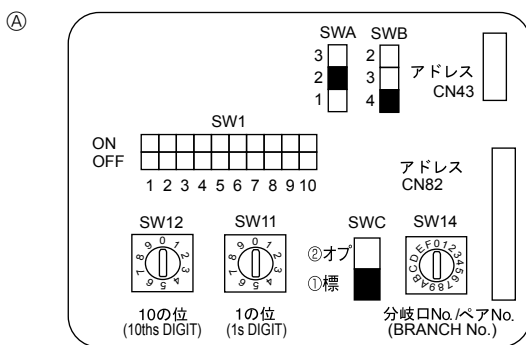

Fig. 4-4
4.5. De aansluitadressen instellen (Fig. 4-4)
- ① Hoe u de aansluitadressen instelt
④ Adresbord
4.6. Instellen van schakelaars voor hoge plafonds of bij wijziging van het aantal luchtuitlaten (Fig. 4-4)
④	4 richtingen	2,7 m	3,2 m	4,5 m
③	3 richtingen	3,0 m	3,6 m	4,5 m
②	2 richtingen	3,3 m	4,0 m	4,5 m
4.7. De kamertemperatuur oppikken met de ingebouwde sensor in een afstandsbediening (Fig. 4-4)